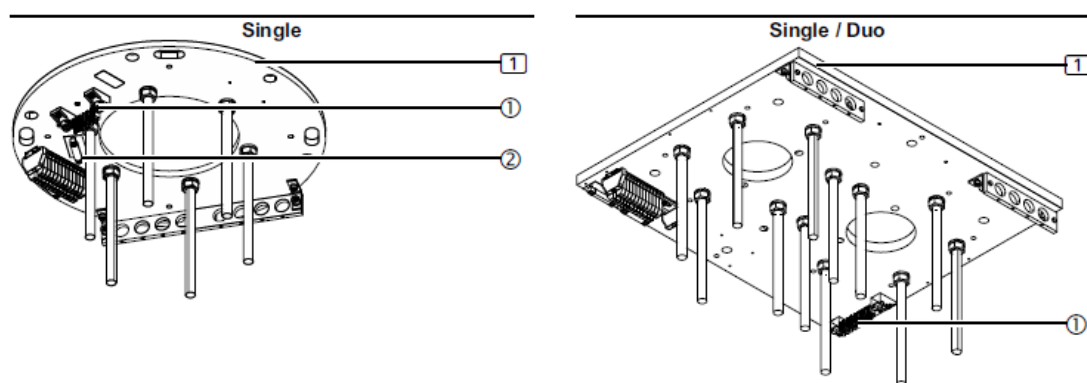

Fig. 46 Connexion des câbles de mise à la terre sur la carte d'interface
La figure 46 montre une illustration simplifiée de la carte d'interface (1) sans bras d'extension ni câbles, etc. Le câblage doit toujours commencer par les fils de mise à la terre de l'équipement.